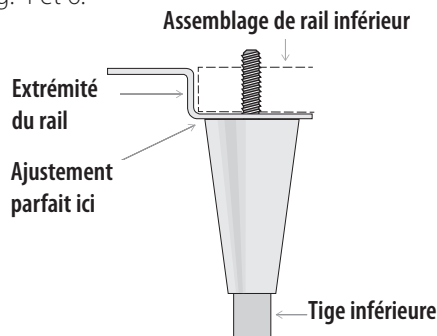

Fig. 4. Diagramme des pieds de mise à niveau.
3. Vissez les pieds de mise à niveau dans le rail du châssis ou le fond de l'appareil. Voir fig. 4 et 5.
5. Si l'appareil n'est pas à niveau, soulevez délicatement et fixez l'extrémité inférieure de l'appareil. Ensuite, à l'aide d'une clé à molette, vissez ou dévissez les tiges inférieures du pied de mise à niveau pour mettre l'appareil à niveau et le fixer. Voir fig. 4 et 6.